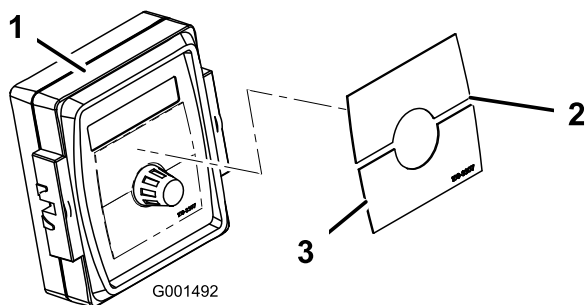

Figura 24
4. Coloque o autocolante Spray Pro no monitor (Figura 24).